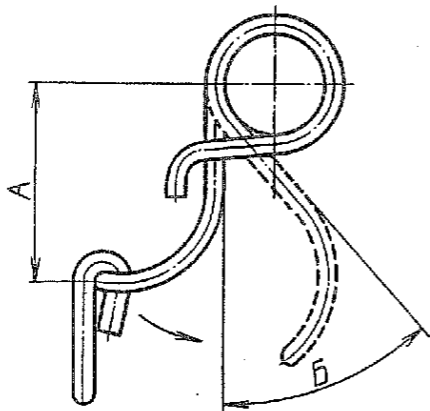

Рис. 125. Соединительная пружина педаль
2.3. Соединительная пружина пяты (рис. 125)